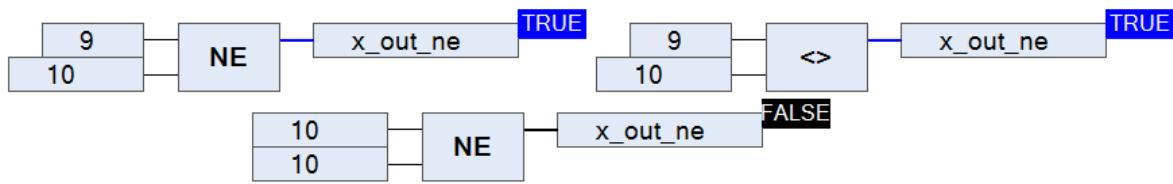

Рисунок 2.36 – Оператор сравнения «Не равно»
**Оператор сравнения «Не равно».** Оператор сравнения «Не равно» может обозначаться письменно как «NE», так и символично « $\neq$ ». Выполняет противоположные функции относительно оператора «Равно» (рис. 2.36).